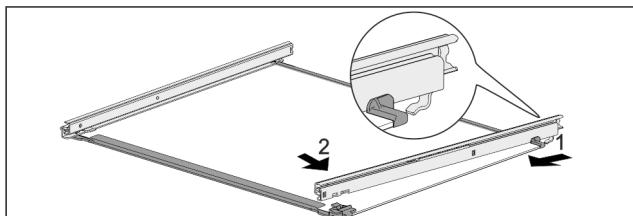

Fig. 105 Tablette en verre avec rails
- ▶ Accrocher le rail à l'arrière. Fig. 105 (1)
- ▶ Accrocher le rail à l'avant. Fig. 105 (2)